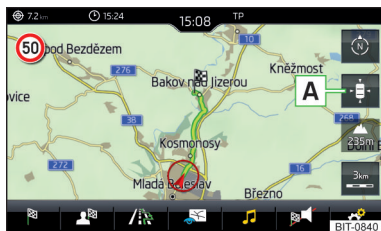

Fig. 184
- ▶ Para el **centrado del mapa**, pulsar la superficie funcional  **A** » fig. 184.